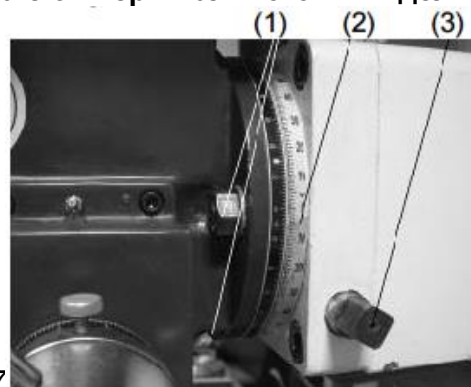

Рис.7
Зафиксируйте консоль 2 рукоятками (1), рис.7
Для наклона фрезерной головы вертикального шпинделя необходимо ослабить 2 гайки (1), извлечь позиционирующий штифт и поворачивая ключом 4х-гранный винт (3) влево или вправо, установить голову в необходимое положение, угол наклона можно контролировать по шкале (2), Рис.7. Зафиксируйте выбранное положение, затянув 2 гайки (1).